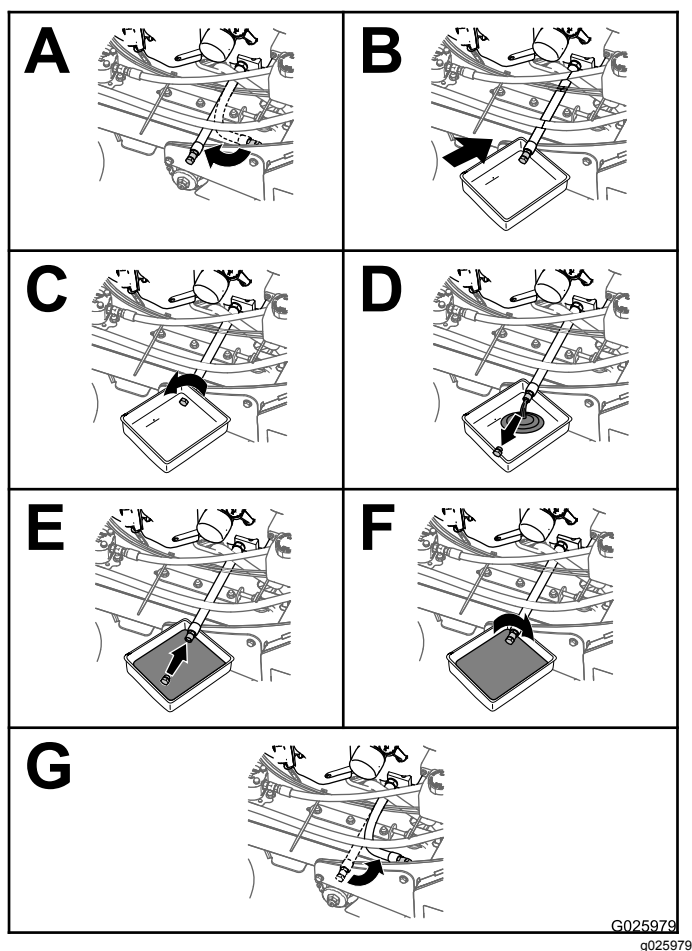

Figure 39
3. Vidangez l'huile moteur, comme montré à la Figure 39.